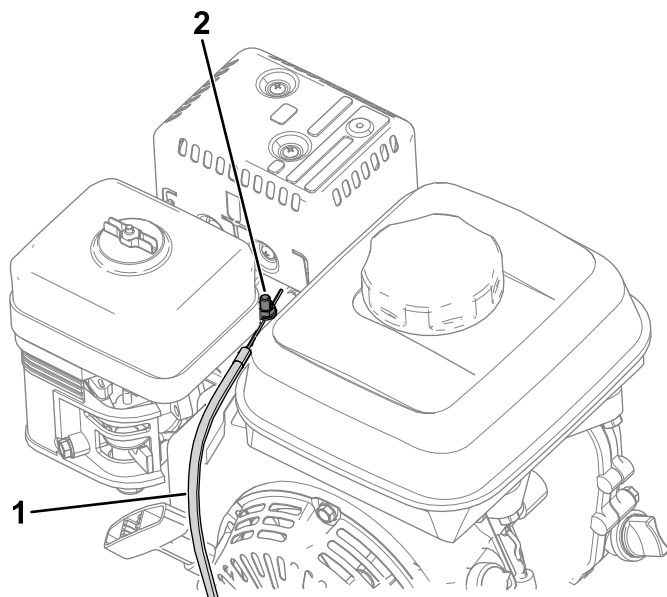

Figura 41
4. Allentate la vite sul morsetto del condotto del cavo (Figura 41).